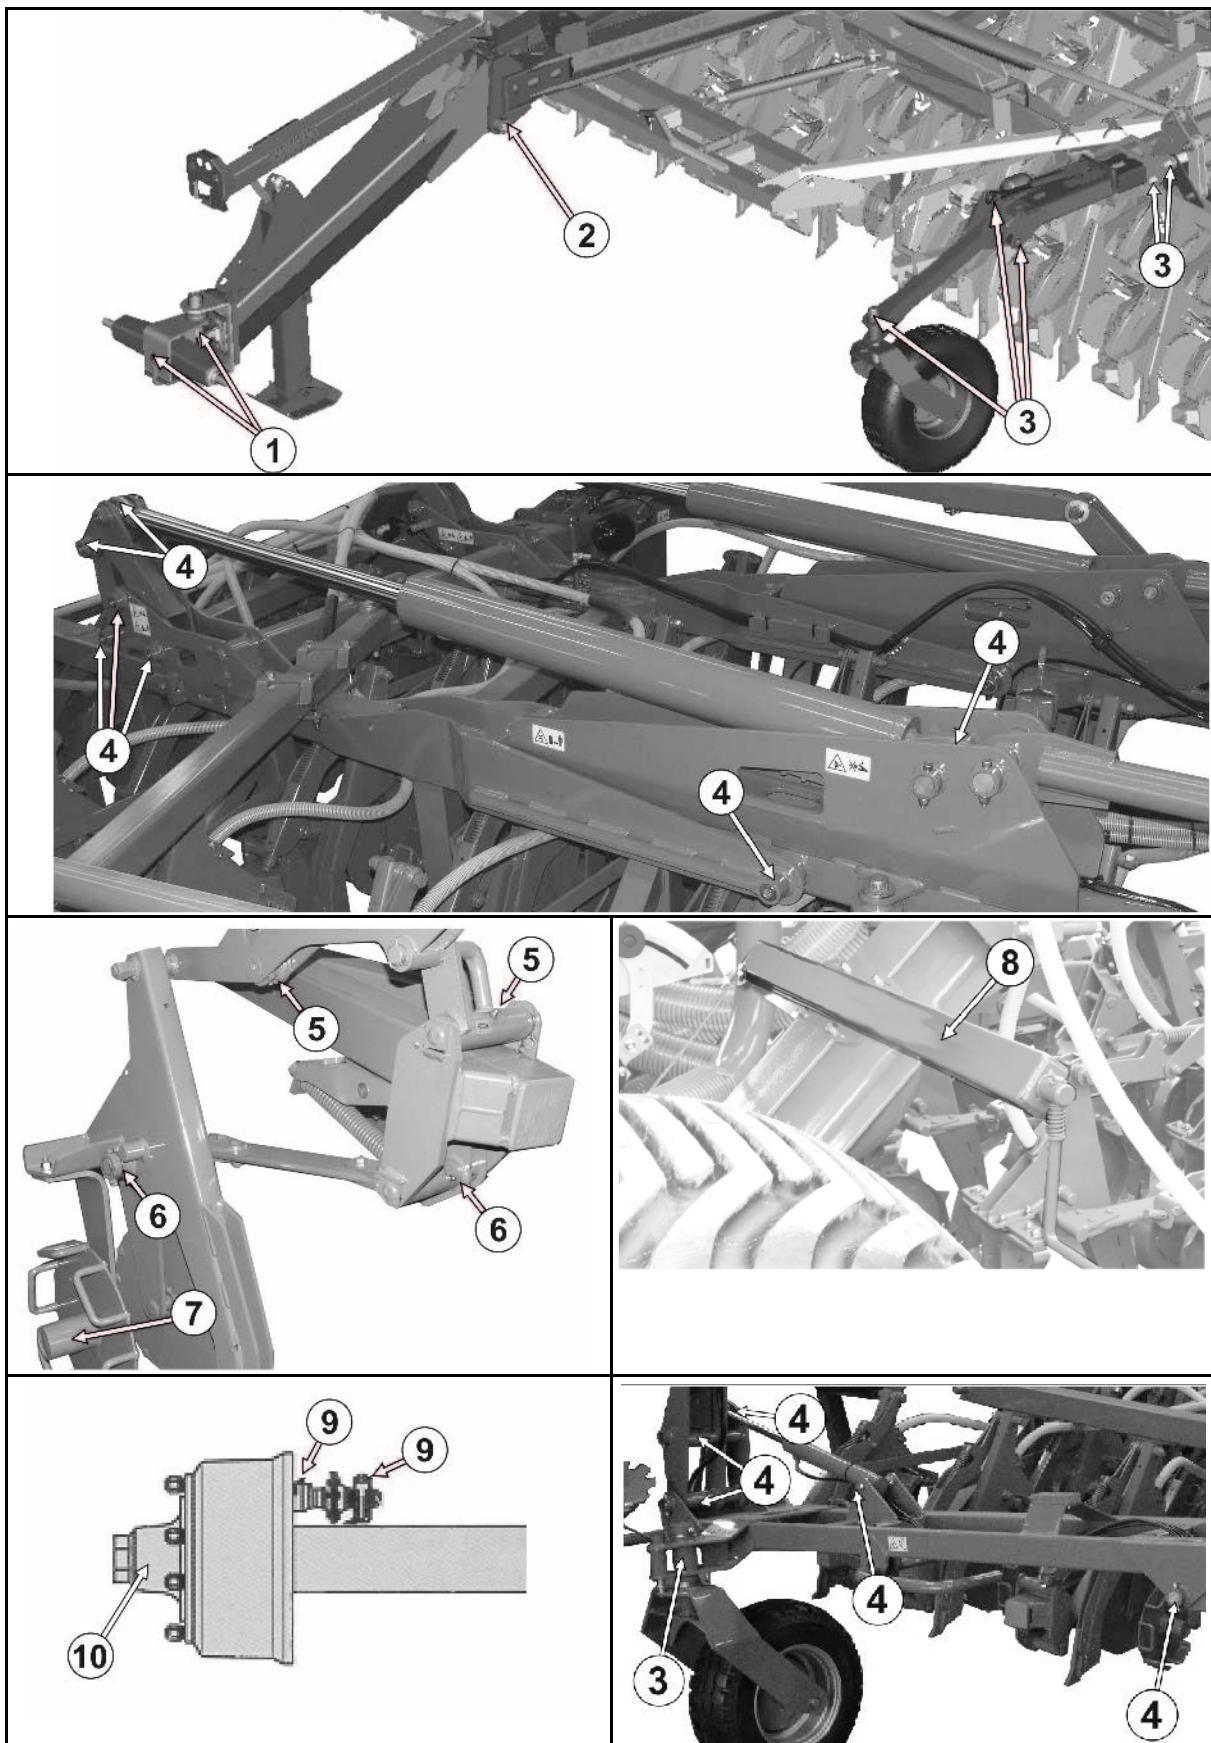

Рис. 117,
3. Извлеките запасной винт (Рис. 117/2) из держателя.